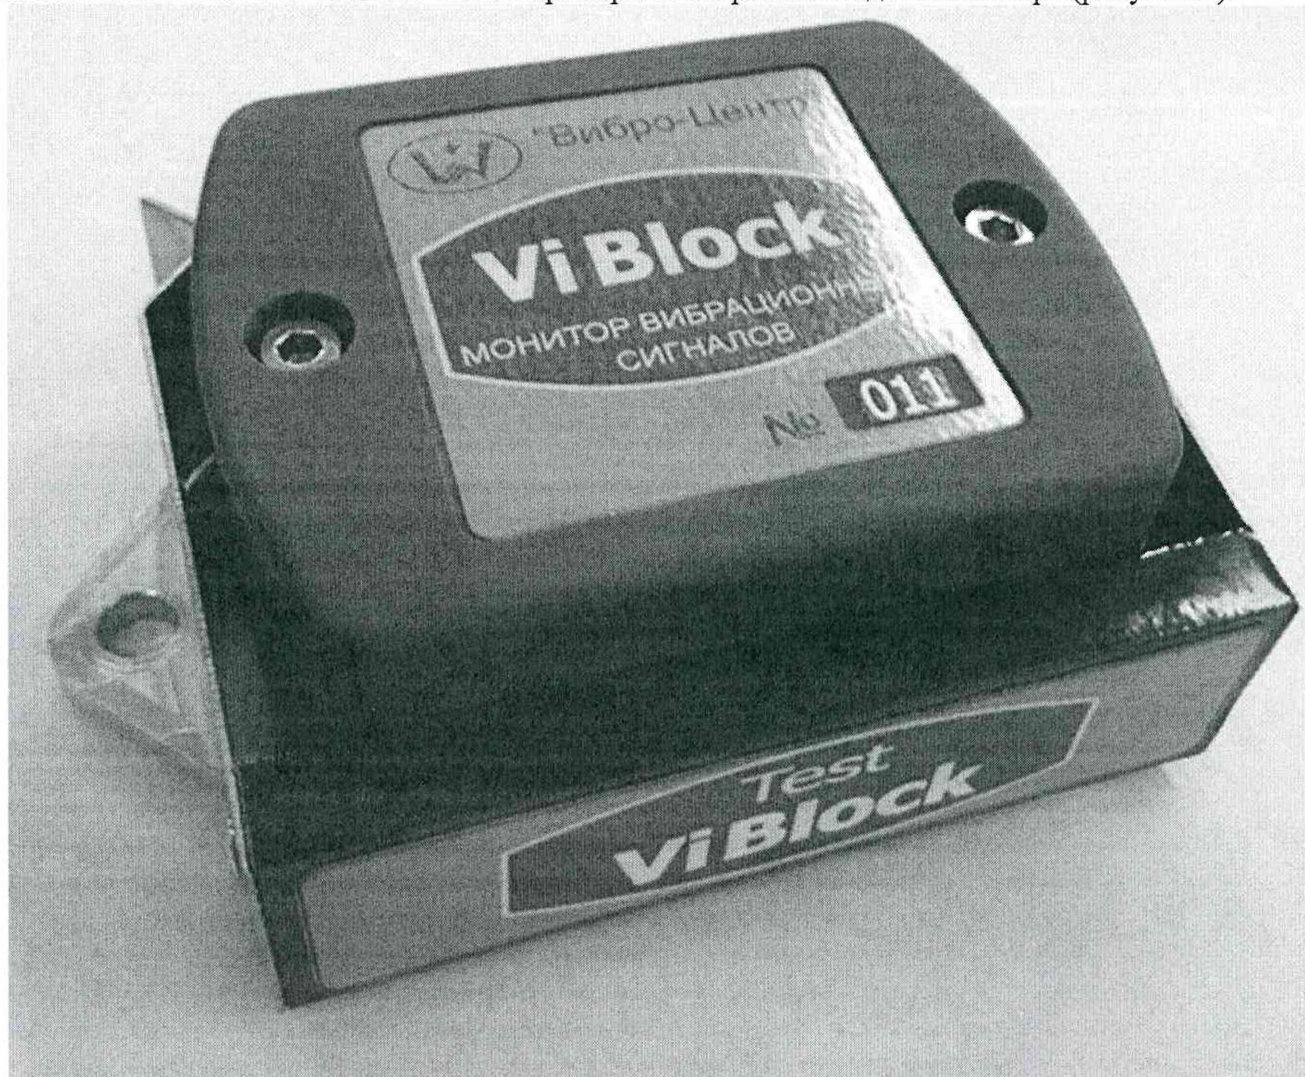

Рисунок 2 – Перевод прибора в наладочный режим.
6.4 Переведите прибор в наладочный режим. Для этого поднесите магнит из комплекта поставки к боковой стенке прибора со стороны заводского номера (рисунок 2).